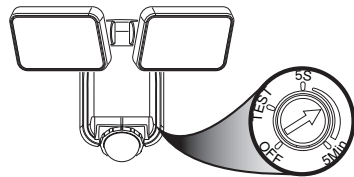

Figure 9
IMPORTANT : Tournez le commutateur de commande sur le côté du capteur en position OFF et laissez la pile se charger pendant 3 à 7 journées de plein soleil avant de faire les essais (voir la Figure 9).
1. Placez le commutateur de commande en position « ESSAI » (TEST) (voir la Figure 9).